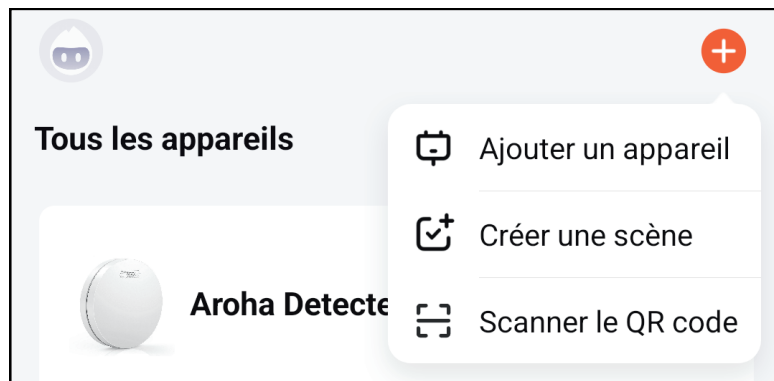
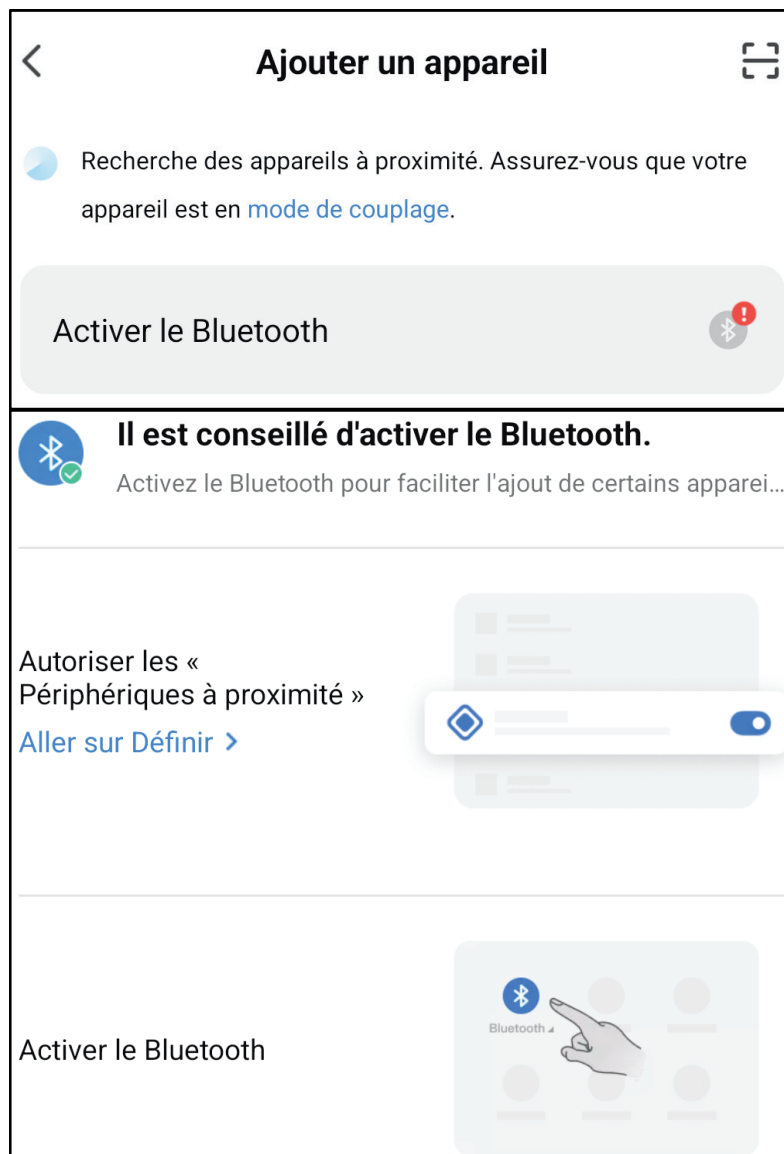

Figure 1 : Ajouter un appareil dans l'application
Figure 2 : Activez Bluetooth dans l'application
**Étape 5:** Cliquez sur le "+" dans le coin supérieur droit de l'écran d'accueil de l'application. Choisissez ensuite "Ajouter un appareil", comme vous le voyez sur la figure 1. L'application recherchera désormais automatiquement les appareils en mode couplage. Suivez les étapes décrites dans l'application. Si l'application elle-même n'est pas encore autorisée à utiliser Bluetooth, cliquez sur la notification et suivez les étapes pour autoriser l'application à accéder à Bluetooth, comme vous le voyez dans la figure 2.